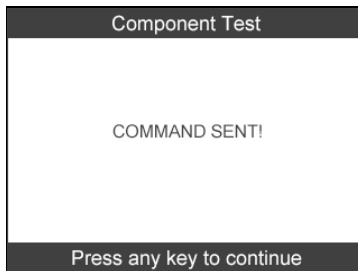

Рисунок 6.25
- 3) Если диагностика инициирована автомобилем, на экране сканера отобразится подтверждающее сообщение. (См. рисунок 6.25)